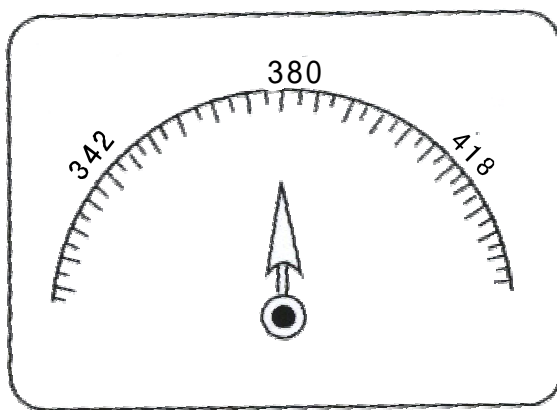

图 1
- 1、展示柜使用过程中，电压的变化应保持在 $\pm 10\%$ 范围内，若电压不稳定，请选用安全可靠的稳压器。（图1）